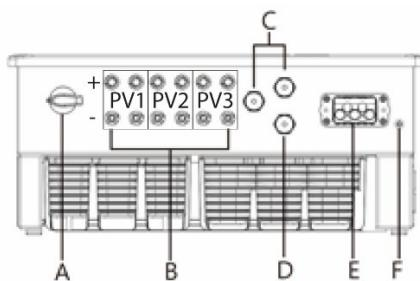

Abb. 8.2: Anschlussseite: Legende
- 2 DC-Steckverbinder paarweise in die DC-Plus und DC-Minus-Anschlussstecker einstecken(Siehe Abb. 8.2.)